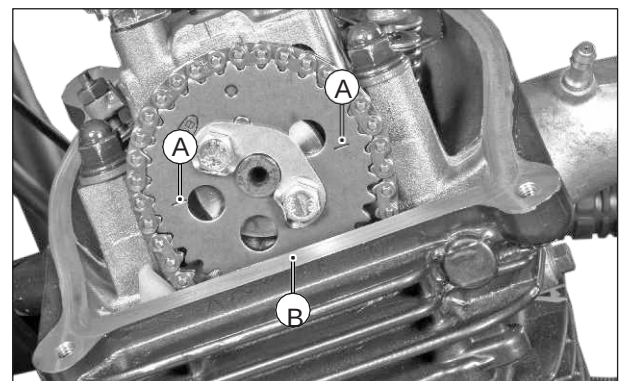

Fig. 3.104
- Monte el piñón de distribución junto con la cadena en el eje de levas mientras alinea las marcas del piñón (A) con la superficie plana de la culata (B). (Fig. 3.104)